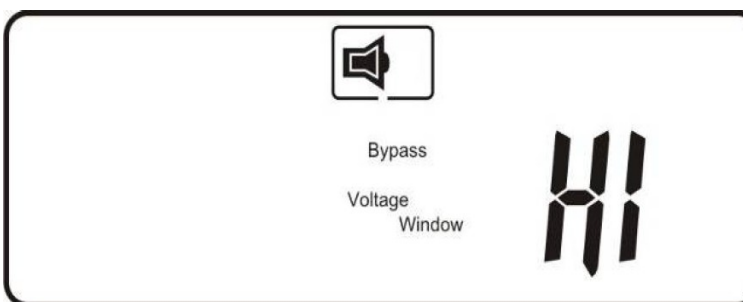

Рис. S2
- Рис. S2. HI – узкий (высокий) диапазон напряжения Байпаса (195 В ~ 260 В);